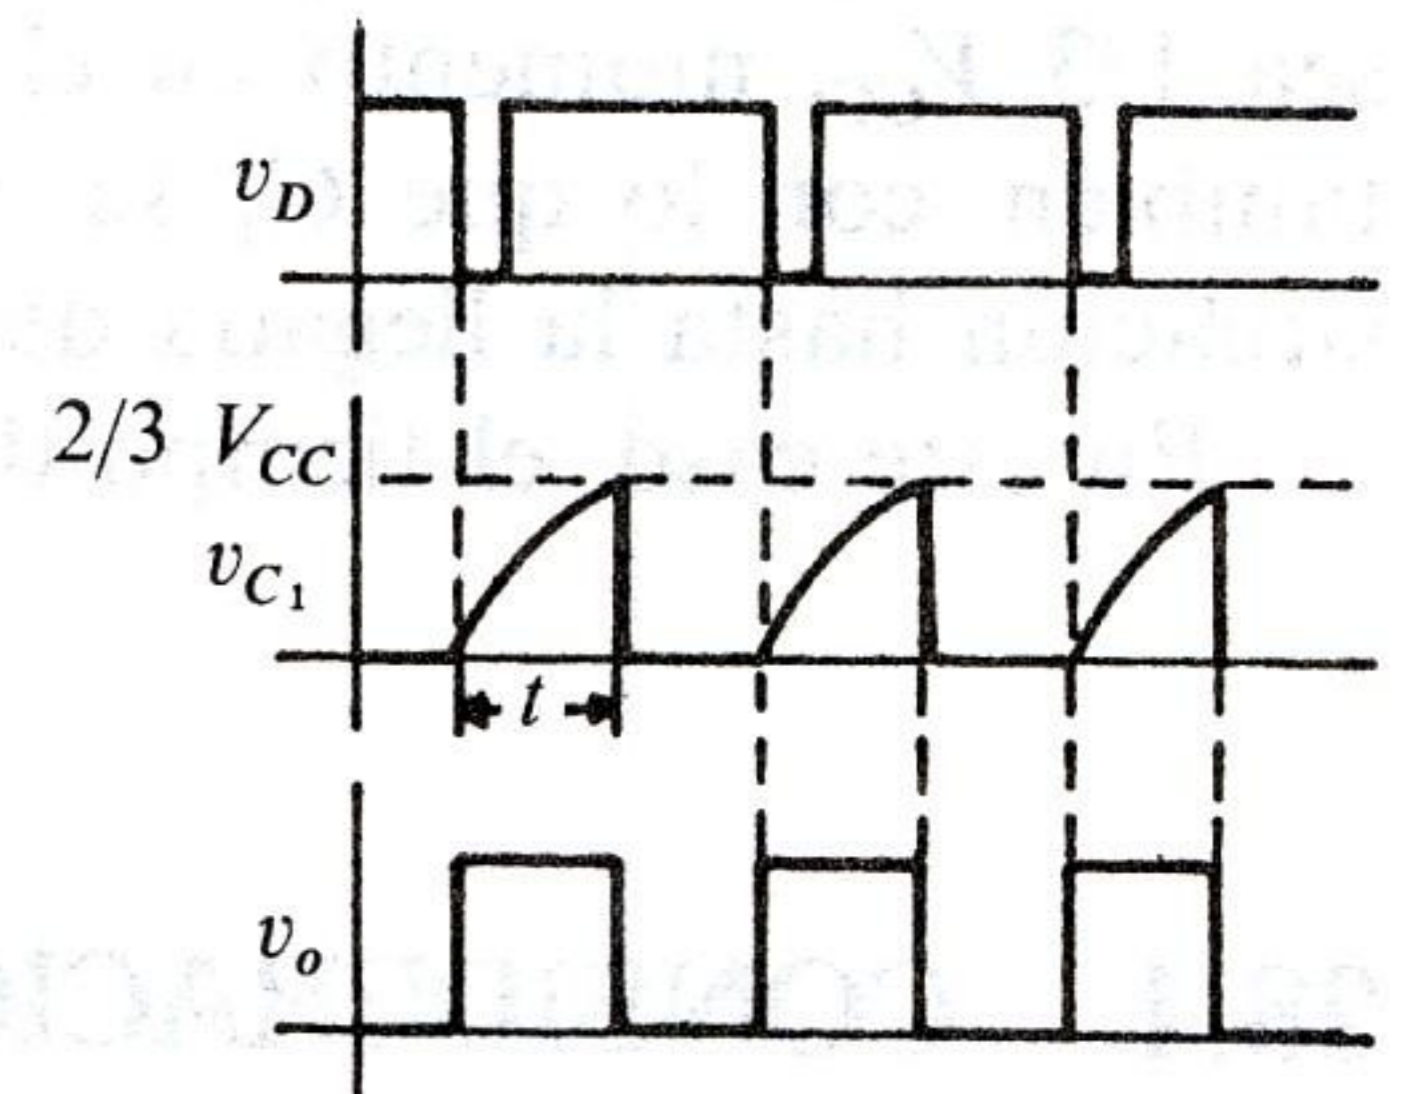
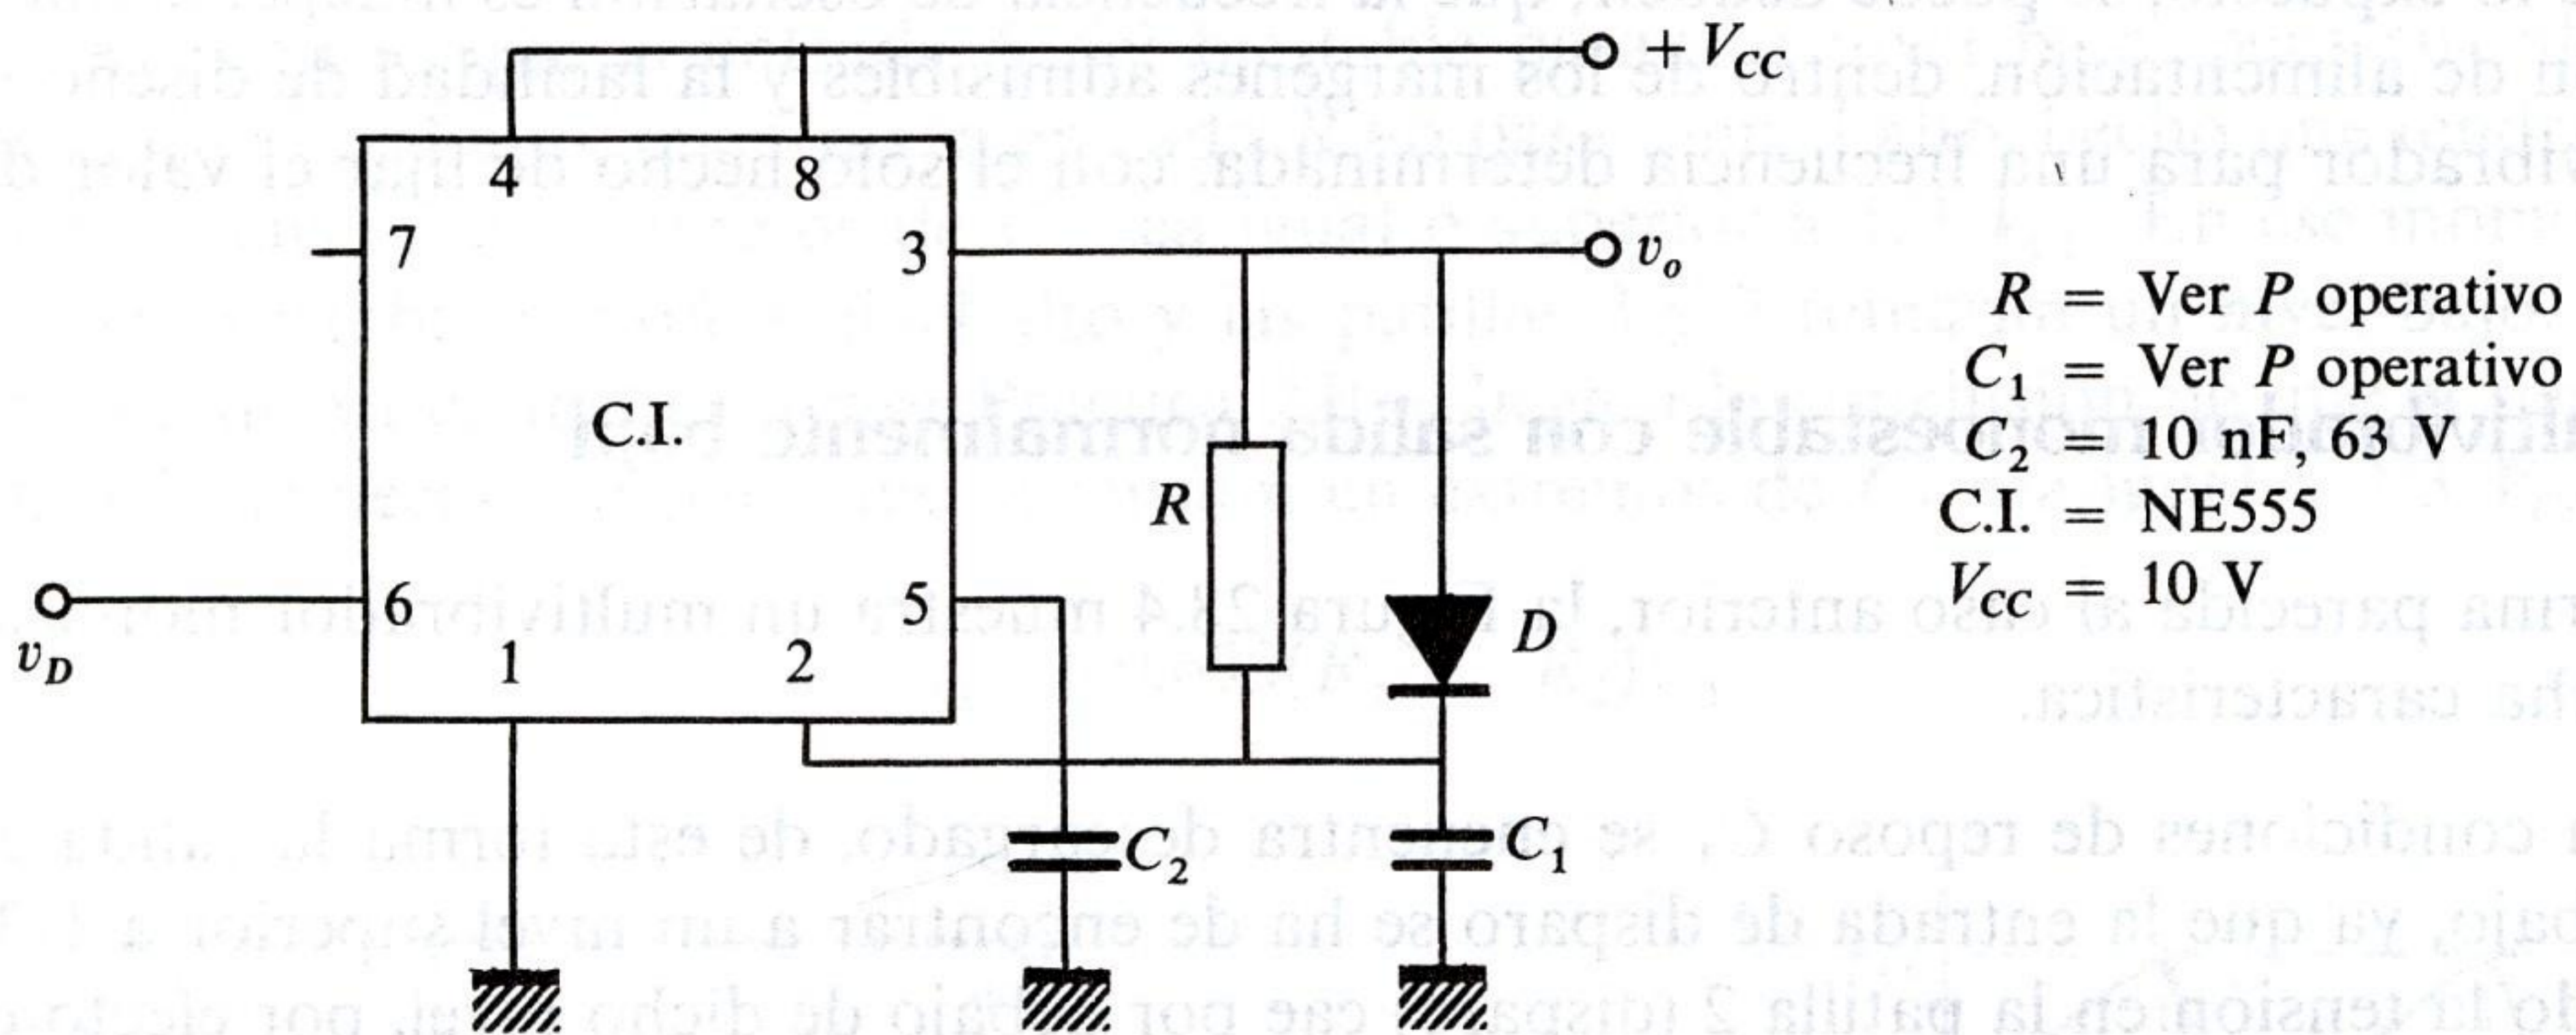

Figura 28.4. Monoestable con C.I. 555 con salida normalmente baja.
Figura 28.5. Multivibrador monoestable con C.I. 555 con salida normalmente alta.
De forma parecida al caso anterior, la Figura 28.4 muestra un multivibrador monoestable de dicha característica.
El circuito de la Figura 28.5 presenta como característica diferenciadora con el de la Figura 28.4 que la salida permanece normalmente a nivel alto, pasando a nivel bajo durante el estado transitorio.
7. Con los valores obtenidos de resistencia y capacidad, conectar el circuito de la Figura 28.4. Comprobar su funcionamiento y el tiempo real de temporización.
8. Repetir los puntos anteriores para el monoestable con salida normalmente alta de la Figura 28.5 y anotar los datos en una tabla.